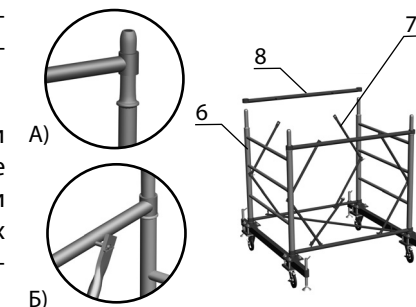

рис. 2
- Установить лестницы (6), соединить их гантелями секции (8) (рис. 2 А). Соединить гантели секции стяжками секции (7) с боковыми флажковыми замками гантели базы (рис. 2 и рис. 2 Б).